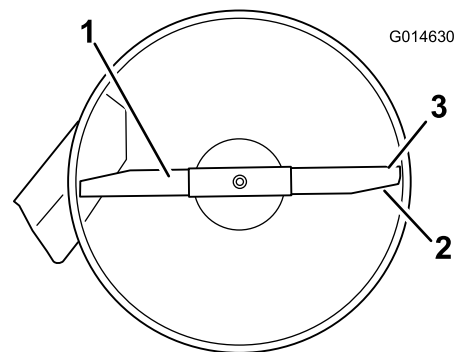
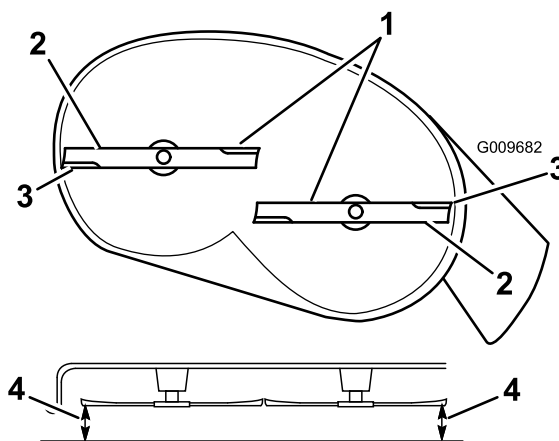

Figure 56
Figure 57
- Faites pivoter les lames avec précaution pour qu'elles soient toutes parallèles (Figure 56 et Figure 57).
- Mesurez la distance entre les tranchants extérieurs et la surface plane (Figure 56 et Figure 57).